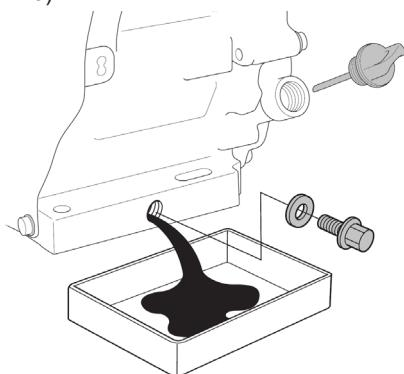

Рис. 16 Замена масла в двигателе
4. Очистите от загрязнений крышку-щуп и зону вокруг маслозаливной горловины. Извлеките крышку-щуп из маслозаливной горловины (Рис. 16) и протрите щуп чистой ветошью.
5. Открутите пробку для слива масла и спейте отработанное масло в подготовленную для этого емкость (Рис. 16).